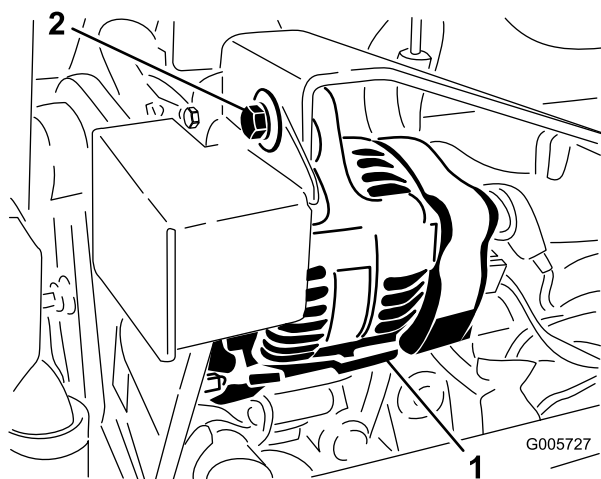

Figura 65
2. Uma tensão adequada deverá permitir um desvio de 10 mm quando for aplicada uma força de 44 N numa zona intermédia da correia (Figura 65), entre as duas polias.